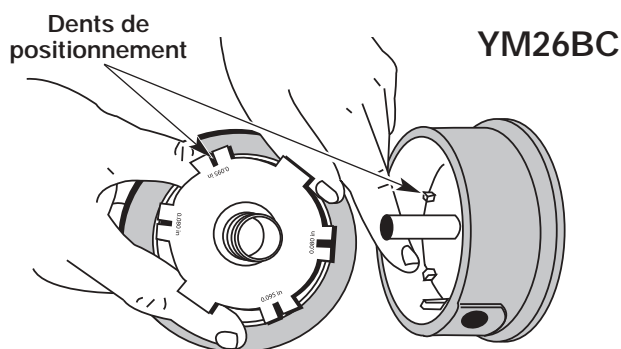

Fig. 34
5. Vérifiez l'état d'usure des dents de positionnement sur le moulinet intérieur et la bobine extérieure (Fig. 34 ou 35). Enlevez les ébarbures ou remplacez le moulinet et la bobine au besoin.